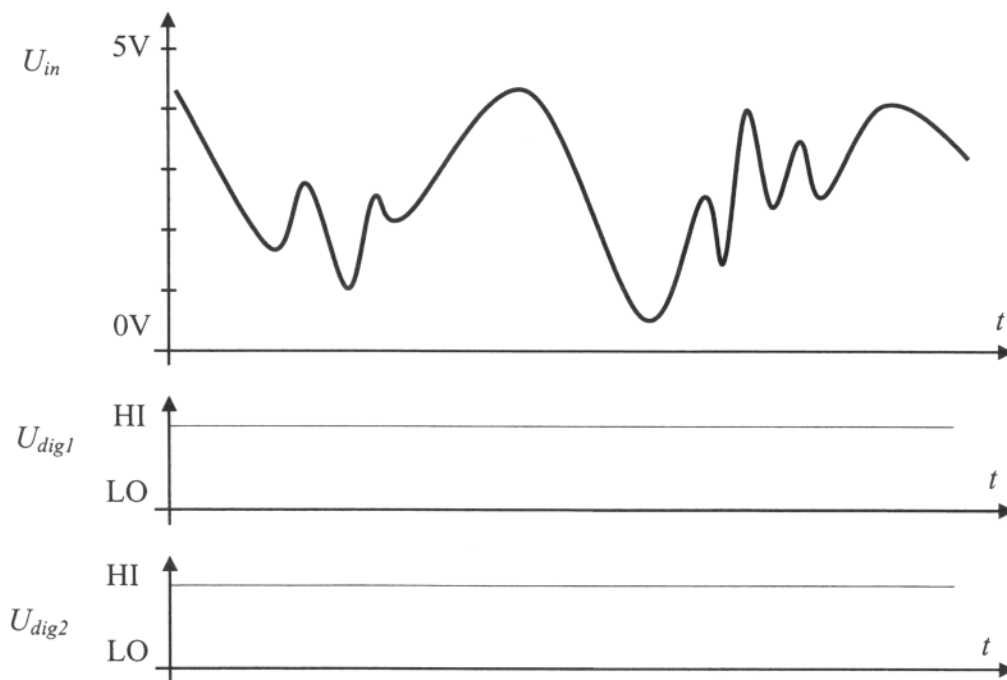

Abbildung 2.2
Gegeben ist weiters der Spannungsverlauf U_{in} in Abbildung 2.2:
- Wie sieht die Ausgangsspannung am Ausgang des Schmitt-Trigger aus, wenn Sie die Eingangsspannung nach Abbildung 2.2 anlegen? Tragen Sie den Verlauf als U_{dig1} in Abbildung 2.2 ein!
- Nehmen Sie nun einen Komparator mit fixer Schwellspannung von 2V, d.h. ohne Hysterese, an und stellen Sie dessen Ausgangsspannungsverlauf als U_{dig2} in Abbildung 2.2 dar!